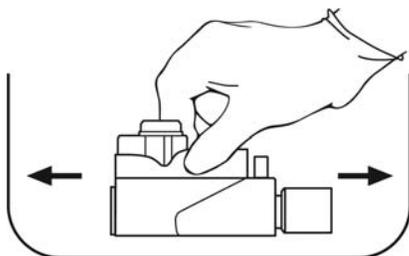

Figure 2. Agitation et rinçage du Module d'injection immergé
REMARQUE : Si des peluches ou des fibres collent à la grille interne de prise d'air, agiter doucement le module pour faire circuler l'alcool à travers ses ouvertures (voir la Figure 2).
6. Rincer le produit de nettoyage en immergeant totalement le Module d'injection dans l'eau stérile et en l'agitant doucement pour faire circuler l'eau à travers ses ouvertures (voir la *Figure 2*).
REMARQUE : Si des peluches ou des fibres collent à la grille interne de prise d'air, agiter doucement le module pour faire circuler la solution de Sporox II à travers ses ouvertures (voir la *Figure 2*).